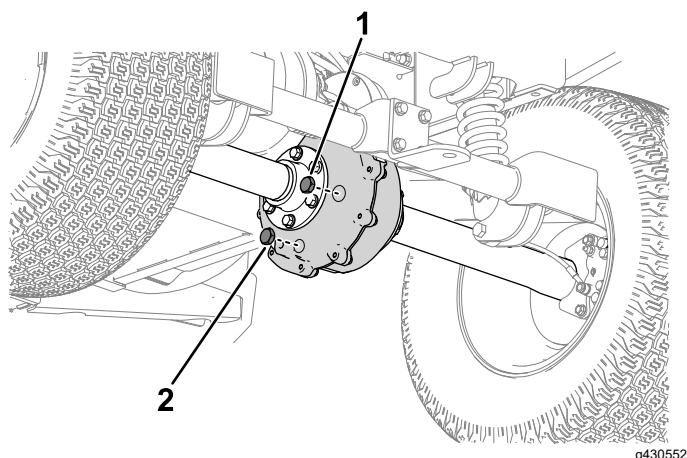

図 47
1. トランスアクスルドレンプラグの下にドレンパンを置く図 47。
2. 補給プラグを抜く図 47。